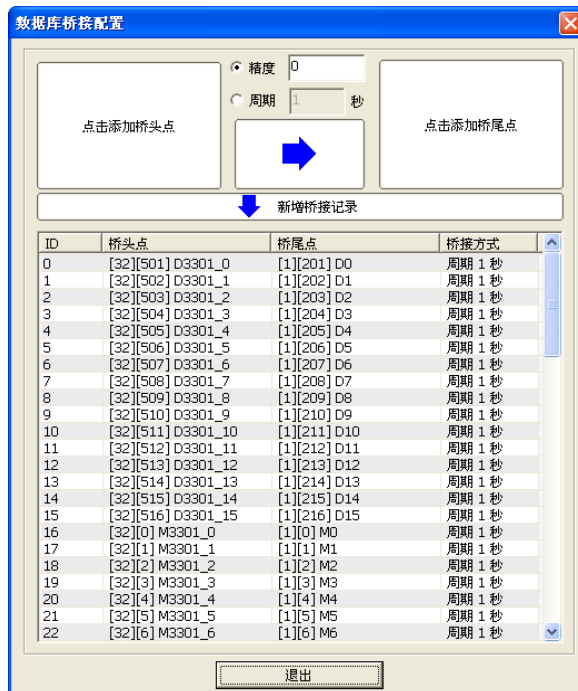

图 5-60 桥接界面
(1) 点击桥接图标“”，打开桥接界面，如图 5-60 所示。